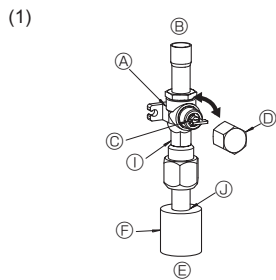
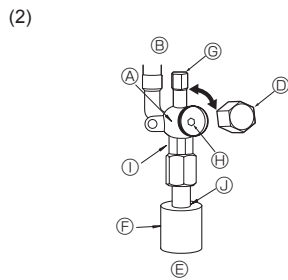

Fig. 4-6
Fig. 4-7
- (1) Gassida (Fig. 4-6)
- ① Ta bort locket, dra handtaget mot dig och vrid motors 1/4 varv för att öppna.
- ② Kontrollera att stoppventilen är helt öppen, tryck in handtaget och skruva på locket igen.
- (2) Vätskesida (Fig. 4-7)
- ① Ta bort kåpan och vrid ventilstängens motsols så långt det går med en 4 mm sexkantsnyckel. Sluta när den når stoppet.